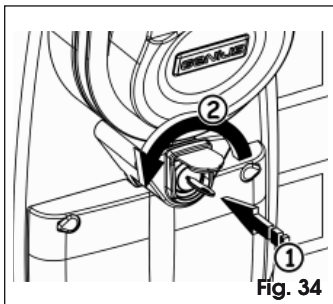

Fig. 34
1. Steek de gepersonaliseerde sleutel erin en zet hem op "STOP" door hem tegen de wijzers van de klok in te draaien tot hij niet verder kan, Fig. 34.